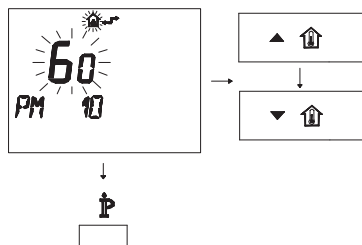

Figura 5.56
- Per modificare il SET programmato agire sui pulsanti **▲** o **▼** e aspettare che il numero programmato cominci a lampeggiare (Figura 5.56).